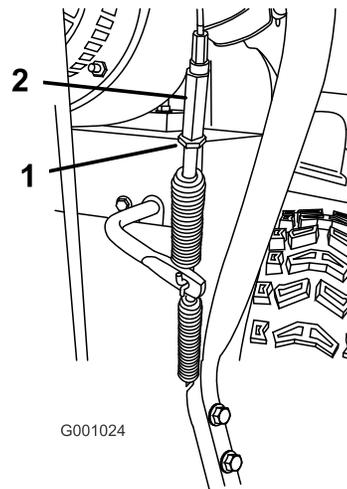

Figure 37
- Desserrez l'écrou de blocage (Figure 37).
- Desserrez ou serrez le tendeur de réglage de la tension du câble (Figure 37).